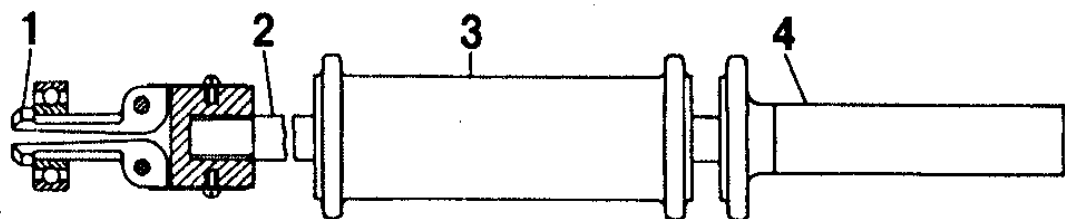

Рис.72. Съемник 7823-6090 для выпрессовки подшипника первичного вала коробки передач из коленчатого вала:
57. При необходимости съемником 7823-6090 выпрессовать из гнезда коленчатого вала подшипник первичного вала коробки передач (рис.72).